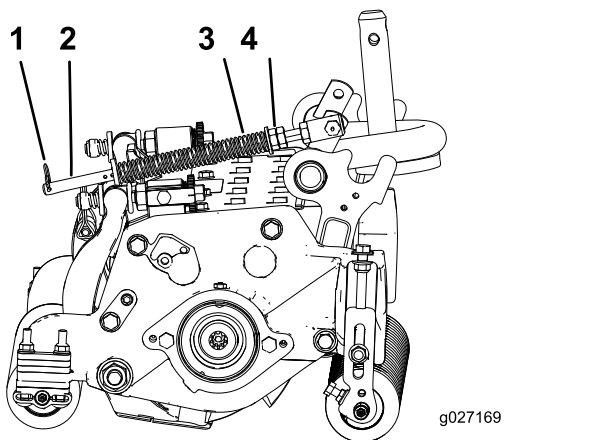

Рисунок 14
1. Убедитесь, что игольчатый шплинт вставлен в заднее отверстие штока пружины (Рисунок 14).
2. Затяните шестигранные гайки на переднем конце штока пружины так, чтобы длина сжатой пружины была равна 12,7 см; см. Рисунок 14.